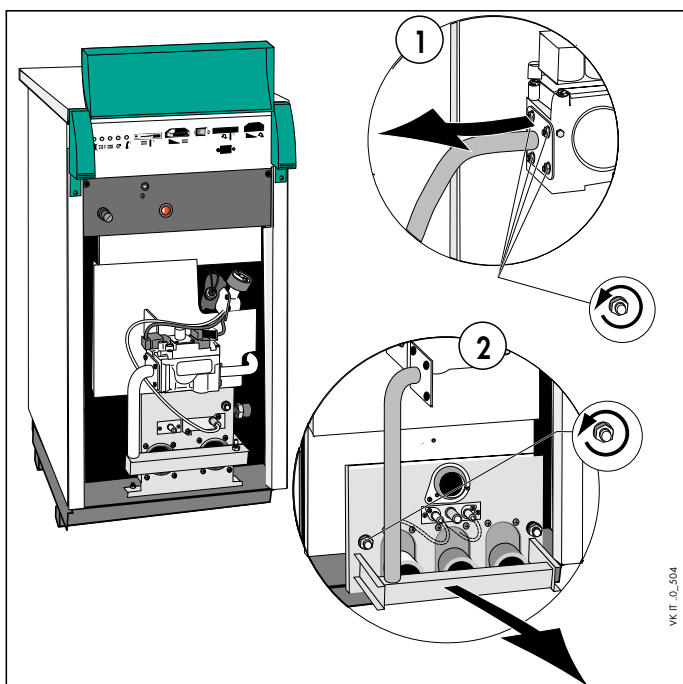

Рис. 6.2 Проверка горелки
- отверните винты (1) рис.6.2 крепления фланца трубы горелки к газовой арматуре;